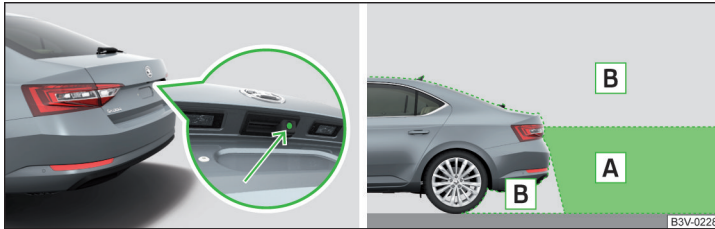

Abb. 165 Einbauort der Kamera / Überwachter Bereich
Die Kamera für die Erfassung des Bereichs hinter dem Fahrzeug befindet sich im Griff der Gepäckraumklappe » Abb. 165.
**Überwachter Bereich** » Abb. 165